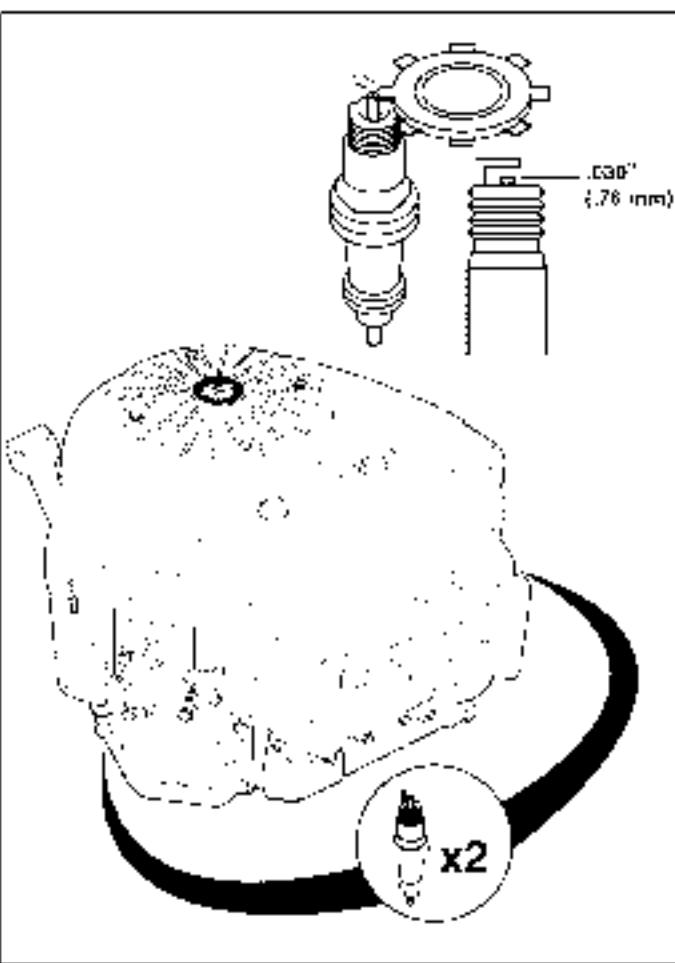

Figura 20. Separación de las bujías
- Limpie el área alrededor de la bujía (vea la Figura 20).